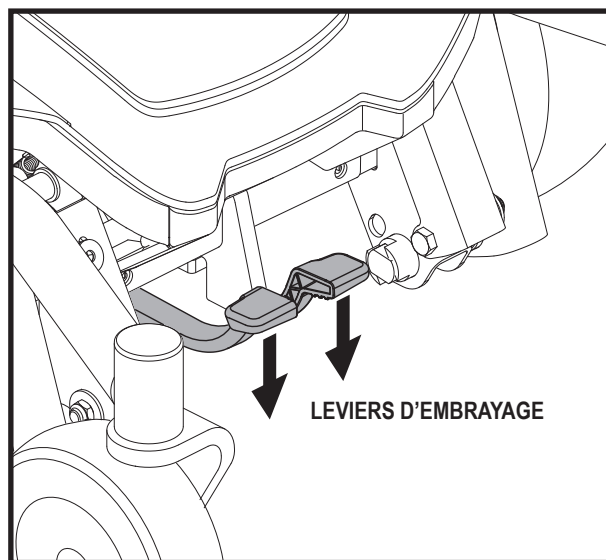

Figure 5. Mode « roues libres » (débrayé)
3. Poussez les deux leviers vers le bas pour débrayer les moteurs. Voir la figure 5.